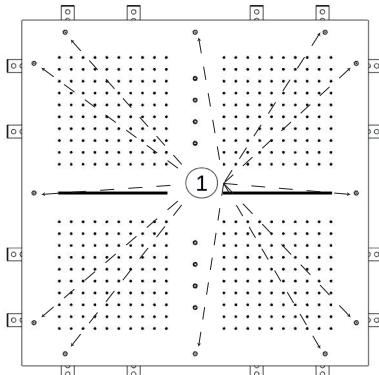
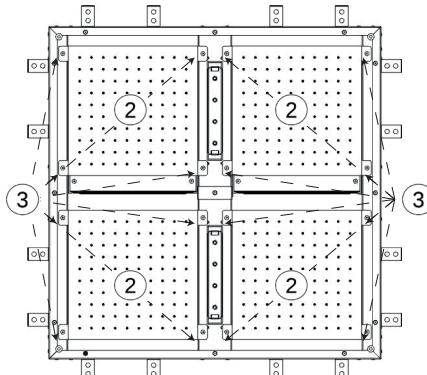

FIG.1
FIG.2
**IT** Dopo avere preparato la sede per il telaio del vostro nuovo soffione dovrete smontare alcune delle parti che lo compongono. Queste operazioni andranno effettuate solo per l'installazione e per eventuali ispezioni. Svitare le 12 viti (1) utilizzando la chiave a brugola in dotazione. Posizionare la piastra estetica lontano dall'area di lavoro per evitare di danneggiarla (Fig.1).
Sempre con la chiave a brugola in dotazione provvedete a smontare i quattro elementi pioggia (2) svitando le 16 viti (3) (Fig.2).
**EN** After preparing the seat for the frame of your new shower head, you will need to remove some parts of the showerhead. These operations will only be performed for installation and for any inspections. Unscrew the 12 screw (1) using the supplied Allen key. Place the aesthetic plate away from the work area to avoid damaging it (Fig.1).
With the supplied Allen key, unscrew the 16 screw (3) to remove the elements for the rain function (2) (Fig.2).
**FR** Après avoir préparé le siège pour le châssis de votre nouveau pommeau vous devrez démonter certaines des parties qui le composent. Ces opérations ne seront à effectuer que pour l'installation et d'éventuelles inspections. Dévisser les 12 vis (1) utilisant la clé hexagonale fournie. Positionner la plaque esthétique loin de la zone de travail pour éviter de l'abîmer (Fig.1).
Toujours avec la clé hexagonale fournie démonter les quatre éléments pluie (2) dévissant les 16 vis (3) (Fig.2).
**DE** Nachdem der Sitz für den Rahmen des neuen Duschkopfes vorbereitet ist, müssen Sie einige Bestandteile, aus denen dieser besteht, abmontieren. Diese Tätigkeiten werden nur für die Installation und zwecks eventueller Wartungseingriffe. Die 12 Abschrauben (1) unter Verwendung des, im Lieferumfang enthaltenen Inbusschlüssels verschrauben. Die Dekorplatte weTED entfernt vom Arbeitsbereich positionieren, damit TED diese nicht beschädigt wird. (Abb.1).
Immer unter Verwendung des, im Lieferumfang enthaltenen Inbusschlüssels die vier Berieselungselemente (2) abmontieren, indem man die 16 Schrauben (3) herausdreh (Abb.2).
**ES** Tras haber preparado el asiento para el bastidor de Su nuevo rociador hay que desmontar algunas de las partes que lo componen. Estas operaciones tienen que ser efectuadas sólo en caso de instalación y de eventuales inspecciones. Destornillen los 12 tornillos (1) con el auxilio de la llave Allen incluida en el suministro. Posicione la placa embellecedora lejos del área de trabajo para no dañarla (Fig.1). Siempre con la llave Allen incluida en el suministro, desmonten los cuatro elementos lluvia (2) destornillando los 16 tornillos (3) (Fig.2).
**RU** После подготовки места для рамы вашей новой душевой лейки необходимо будет разобрать некоторые составляющие ее компоненты. Эти операции должны выполняться только во время установки и во время проверок. Отвинтите 12 винтов (1) с помощью шестигранного ключа из комплекта поставки. Расположите декоративную пластины подальше от рабочей зоны, чтобы не повредить ее (рис. 1). С помощью шестигранного ключа из комплекта поставки разберите четыре душевых элемента (2), отвинтив 16 винтов (3) (рис. 2).
**SV** Efter att ha förberett sätet för ramen till ditt nya duschhuvud ska du montera ned vissa av dess beståndsdelar. Dessa ingrepp ska endast utföras för installation och för eventuella inspekioner. Skruva loss de 12 skruvarna (1) med hjälp av den medföljande insexnyckeln. Placera dekorationsplattan på avstånd från arbetsområdet för att undvika att skada den (Fig. 1). Montera ned, fortfarande med den medföljande insexnyckeln, de fyra regnelementen (2) genom att skruva loss de 16 skruvarna (3) (Fig. 2).
**ZH** 准备好新花洒的框架底座后，需要拆卸部分部件。该操作仅适用于安装及部分检查工作。使用配送的内六角扳手，拧松12颗螺钉（1）。将弹性片远离工作区，避免损坏（图1）。
仍使用配送的内六角扳手，拧松16颗螺钉（3），拆下4个水滴型配件（2）（图2）。